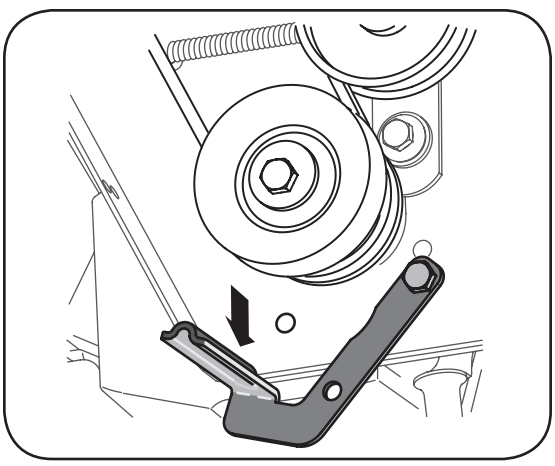

Figure 25
b. Eloignez le guide de courroie et le support de la poulie motrice. Voir la Figure 25.